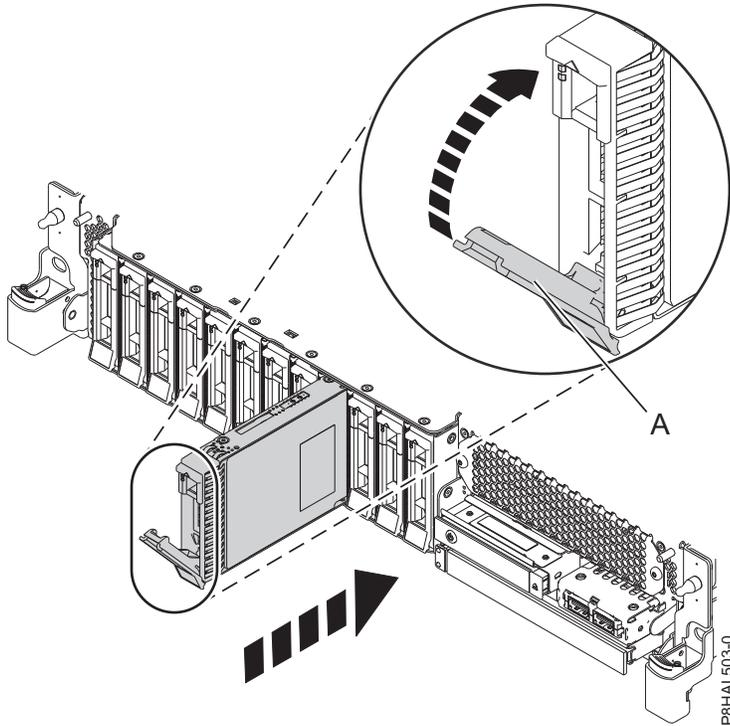
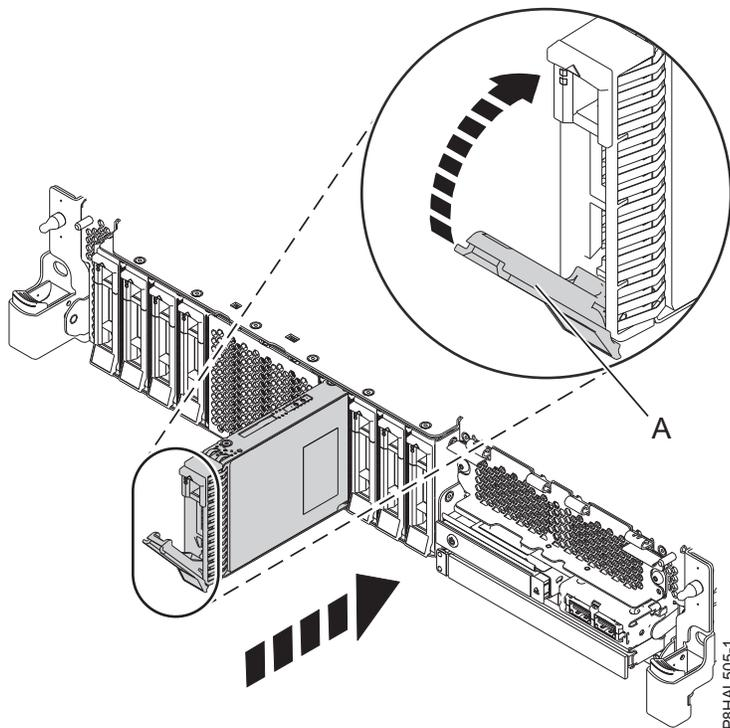

Abbildung 66. Plattenlaufwerk in einem System mit Basisfunktionen austauschen
Abbildung 67. Plattenlaufwerk in einem System mit erweiterten Funktionen austauschen
4. Entriegeln Sie den Griff (**A**) des Laufwerks, indem Sie ihn zusammendrücken und zu sich hin nach außen ziehen. Wird der Griff nicht ganz nach außen gezogen, lässt sich das Laufwerk nicht in das System einschieben. Siehe Abb. 66 auf Seite 74 und Abb. 67 auf Seite 74.
9. Wenn die Kennzeichnungs-LED leuchtet, ohne zu blinken, schieben Sie das Laufwerk ganz in das System ein und drücken den Griff des Laufwerks (**A**) ein, bis er einrastet. Siehe Abb. 66 auf Seite 74 und Abb. 67 auf Seite 74.